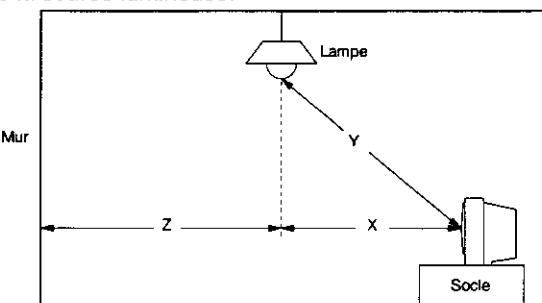

Fig. 1
| Point test                                  | positif: côté + de C7A1négatif: côté - de C7A1 | 1. Fermer les rideaux ou les volets pour éliminer toute source de lumière extérieure.2. Eteindre toutes les lampes sauf une, située au plafond. Si la pièce comporte plusieurs lampes montées au plafond, ne garder que celle qui se trouve au centre de la pièce.3. Placer le téléviseur comme illustré dans la Fig. 1. Le téléviseur doit se trouver dans l'axe de la source lumineuse. |  |
4. Mesurer X, Y et Z comme illustré dans la Fig. 1 et calculer l'éclairement L du téléviseur selon la méthode suivante: